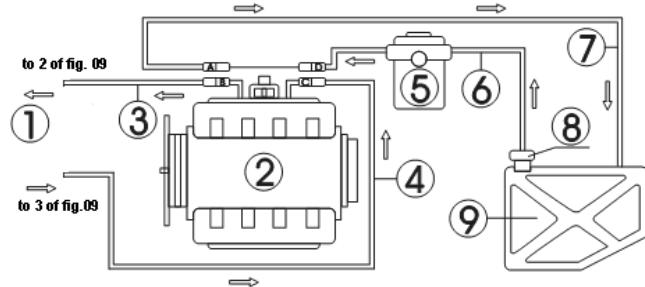

Рис. 09
Подключение шлангов двигателя с возвратным шлангом, как показано на Рис. 09.
- 1) Отсоединить соединения шлангов подачи топлива (C, D) и шлангов возврата топлива (A, B) топливной системы двигателя (при отсоединении соединителя обернуть его куском ткани). Подобрать необходимые соединители и подсоединить их к концу шланга В и к концу шланга С отдельно, а затем подсоединить другие концы к соответствующему возвратному шлангу и выпускному шлангу установки. См. Рис. 09.
- 1) Отсоединить шланги подачи топлива (E, F) топливной системы двигателя (при отсоединении соединителя обернуть его куском ткани), и затем подобрать необходимый соединитель и подсоединить его к концу шланга E. Снова подсоединить топливный выпускной шланг установки и подвесить шланг возврата топлива. См. Рис. 09
- 2) Закрыть другой конец отсоединеного конца шланга (F) надлежащей заглушкой, (использовать в том случае, если топливный насос имеет только функцию возврата топлива) или снять предохранитель топливного насоса, или отсоединить кабель питания топливного насоса.